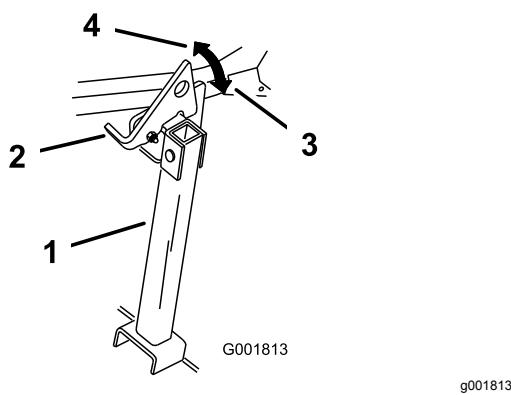

Figura 46
2. Levante o trinco para a posição desbloqueada (Figura 46).